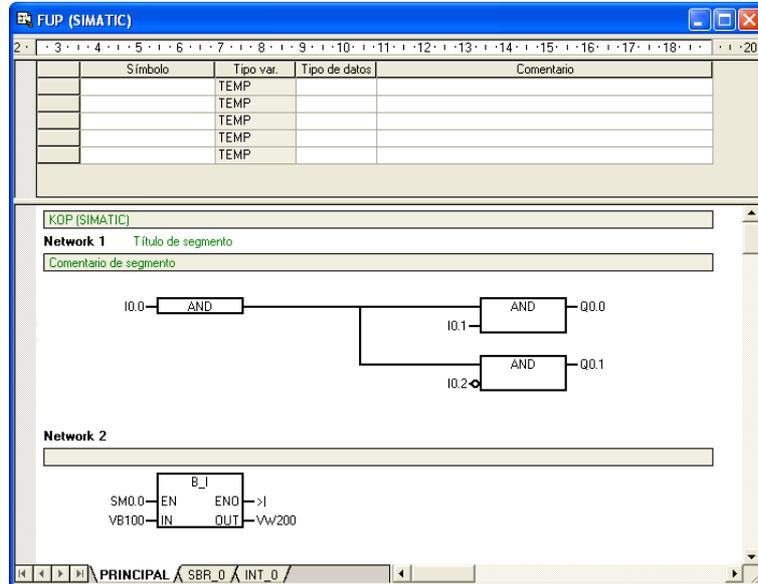

Figura 109: Editor FUP del Step 7-Micro/WIN [37]
- **Diagrama de funciones (FUP).** El editor FUP (Diagrama de funciones) de STEP 7-Micro/WIN permite visualizar las operaciones en forma de cuadros lógicos similares a los circuitos de puertas lógicas. (Ver figura 109)